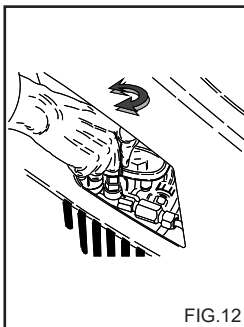

FIG. 12
Trykkregulatoren, fig. 12 gjør at brukeren kan regulere arbeidstrykket. Når knapp C vris moturs (B) (minimum), reduseres driftstrykket.